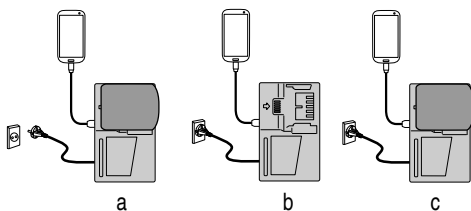

Fig. 6
- Carga de un dispositivo USB mediante batería (Fig. 6-a)
- Cargar un dispositivo USB desde una toma de corriente eléctrica (Fig. 6-b)
- Cargar un dispositivo USB y su batería desde una toma de corriente eléctrica (Fig. 6-c)